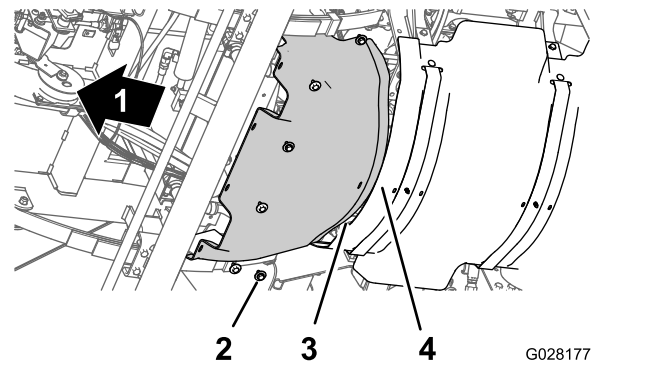

Figure 66
1. Alignez la bride arrière de l'écran pare-chaueur avant et la bride avant de l'écran pare-chaueur arrière (Figure 66).
2. Alignez les trous de l'écran pare-chaueur avant et les trous filetés du châssis (Figure 66).
3. Montez l'écran pare-chaueur avant sur la machine au moyen des 6 boulons à tête hexagonale et des 6 rondelles (Figure 66) retirés à l'opération 3 de Dépose de l'écran pare-chaueur avant \(page 57\).